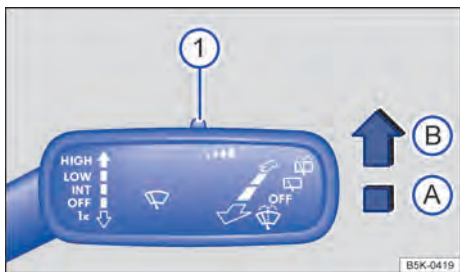

Fig. 77 À direita da coluna de direção: alavanca dos limpadores dos vidros.
→ Fig. 77:
A sensibilidade do sensor de chuva pode ser ajustada manualmente com o interruptor na alavanca dos limpadores dos vidros → Fig. 77 ① → ⚠.